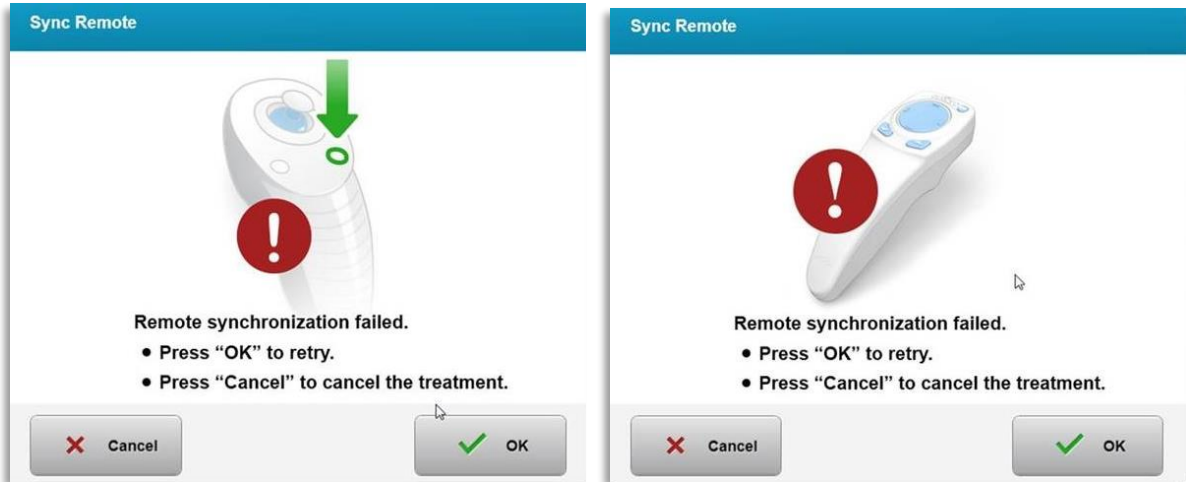

Figure 3-18. Processus de synchronisation expiré
- Si l'on n'appuie pas sur le bouton de synchronisation pendant l'intervalle de temps de 15 secondes, un message indiquant « Sync Alignment Remote » (Synchronisation de la télécommande d'alignement) apparaîtra sur l'écran comme illustré à la figure 3-18.